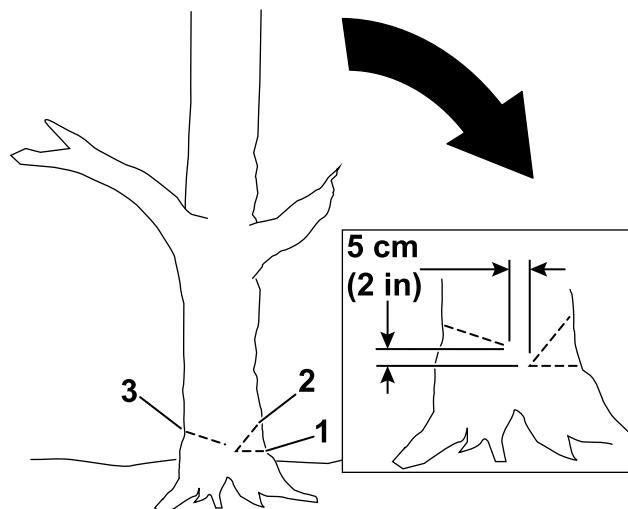

Figure 15
4. Commencez par couper le tiers du diamètre de l'arbre, du côté où vous voulez qu'il tombe (Figure 15).
5. Faites une deuxième coupe oblique pour former une encoche, en commençant au moins 5 cm (2 po) au-dessus de la première coupe (Figure 15).
6. Faites le trait d'abattage du côté opposé à l'encoche et environ 5 cm (2 po) plus haut que le bas de l'encoche, comme montré à la Figure 15.
Important: Important : Arrêtez la troisième entaille 2,5 à 5 cm (1 à 2 po) avant l'encoche pour former une charnière entre les entailles (Figure 15), ce qui empêche l'arbre de tomber dans la mauvaise direction ou de pivoter dans sa chute.
Remarque: Quand le trait d'abattage approche de la charnière (Figure 15), l'arbre devrait commencer à tomber.